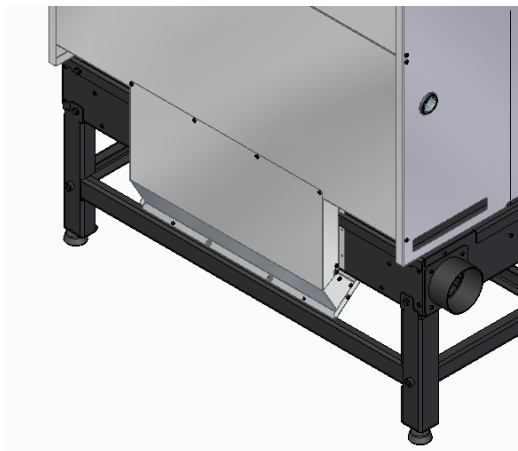

Figura 38
- b) Coloque el conjunto de placas, fijándolo con los 4 tornillos provistos en el kit y reemplazando los 4 tornillos que se retiraron, Figura 38.